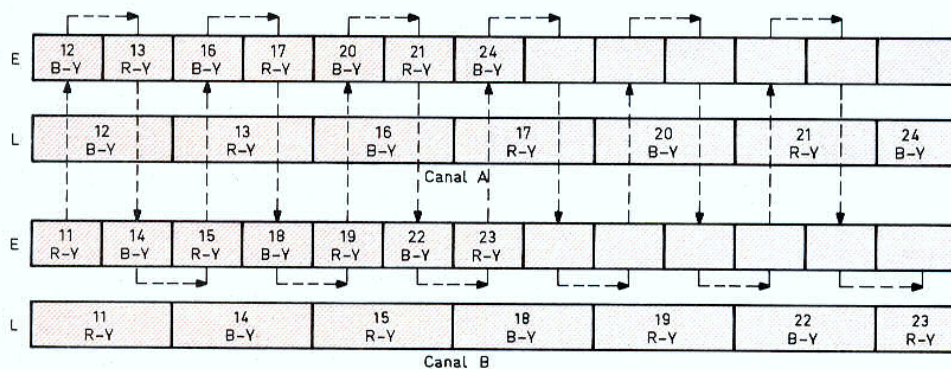

Fig. 4. - Principe de lecture et d'écriture à des vitesses de rapport 1/2.
La figure 4 représente un autre schéma simplifié du traitement du signal vidéo D2-MAC Paquet dans un magnétoscope à large bande. Supposons que le générateur d'horloge commandant l'écriture (E) dans les mémoires A et B et leur adressage est asservi sur le signal vidéo à 20 MHz et que la fréquence d'horloge à la lecture (L) est de 10 MHz. L'écriture E commence dans le schéma par la ligne 11 dans la mémoire B, et se poursuit par la ligne 12 dans la mémoire A. L'écriture continue avec la ligne 13 dans la mémoire A, et se poursuit avec la ligne 14 dans la mémoire B.
Après l'extension des lignes 11 et 12 à la lecture L, on obtient l'extension des lignes 13 et 14 (fig. 4). En continuant ce mode de commutation, la piste du canal 1 enregistre les lignes 12 (B-Y), 13 (R-Y), 16 (B-Y), 17 (R-Y), 20 (B-Y)... et la piste du canal B enregistre les lignes 11 (R-Y), 14 (B-Y), 15 (R-Y), 18 (B-Y), 19 (R-Y)...
Grâce à la lecture des pistes, ligne étendue par ligne étendue, avec une fréquence d'horloge de 20 MHz, on obtient le rétablissement du signal numérique original ligne par ligne non étendue. Le multiplexage appliqué dans le schéma simplifié de la figure 4 reproduira les lignes non étendues 11 (R-Y), 12 (B-Y), 13 (R-Y), 14 (B-Y), 15 (R-Y), 16 (B-Y), 17 (R-Y), 18 (B-Y)... et ainsi de suite. Au lieu de l'extension souhaitée du signal et la division de sa bande passante par le coefficient 2, on obtient par ce nouveau multiplexage une compression avec le facteur 2. Après la conversion numérique analogique, on retrouve le signal original du D2-MAC Paquet.